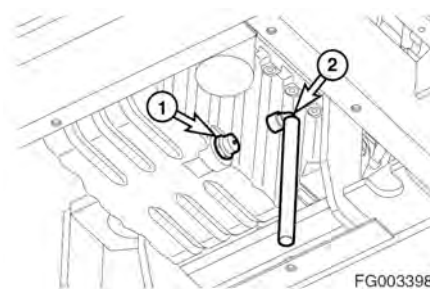

Рис. 53
1. Установить под двигатель большую емкость. Снять заглушку (1, рис. 53) и присоединить шланг для слива моторного масла. Отсоединить шланг (2) и установить крышку (1) на место.